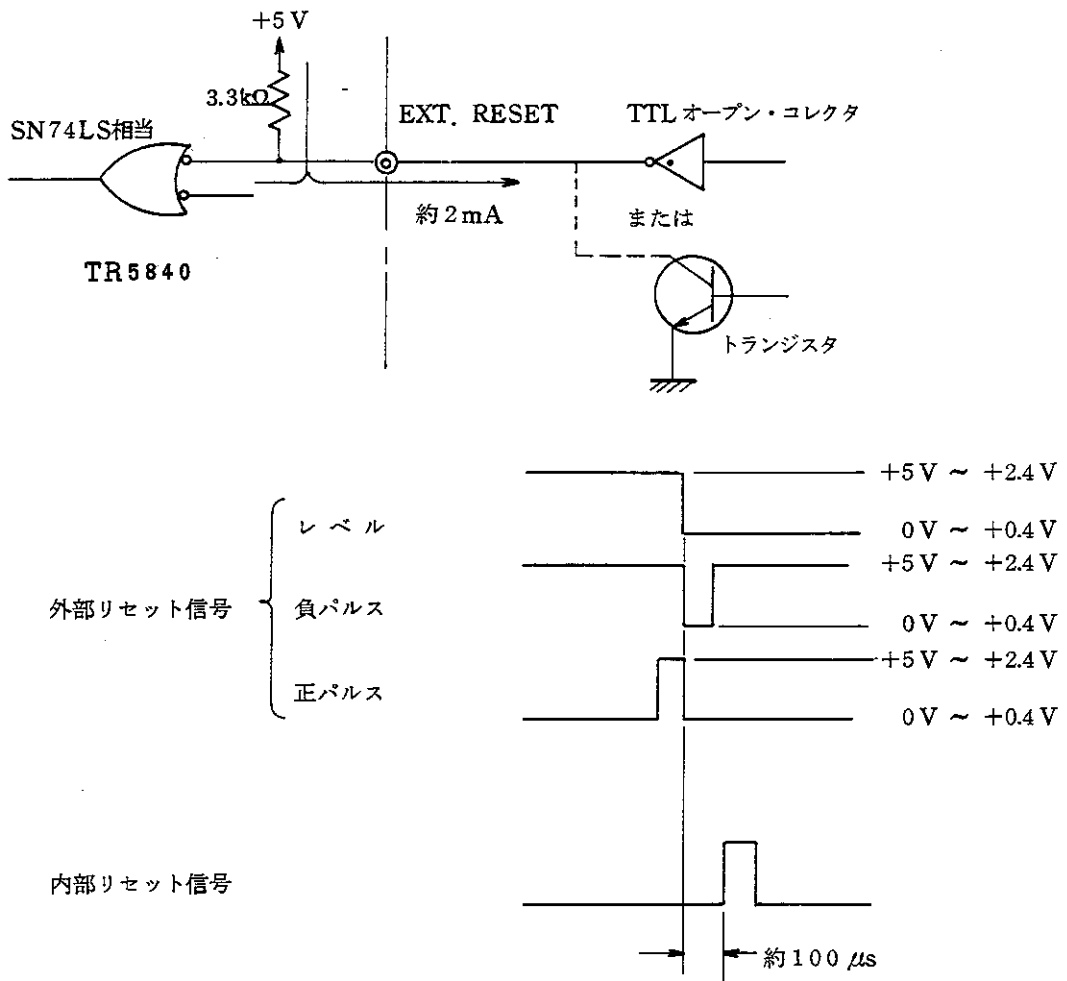

図 2-22 電気信号による外部リセット
② 電気信号による外部リセットは、[図 2-22]に示しますように